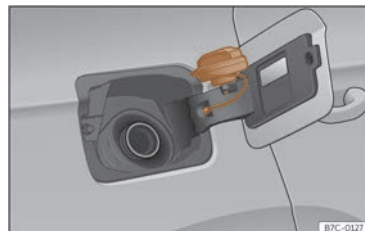

Abb. 180 Tankklappe mit aufgestecktem Tankverschluss.
• Platzieren Sie den Verschluss in der Aussparung, die sich im Scharnier der geöffneten Tankklappe befindet >>> (Abb. 180).